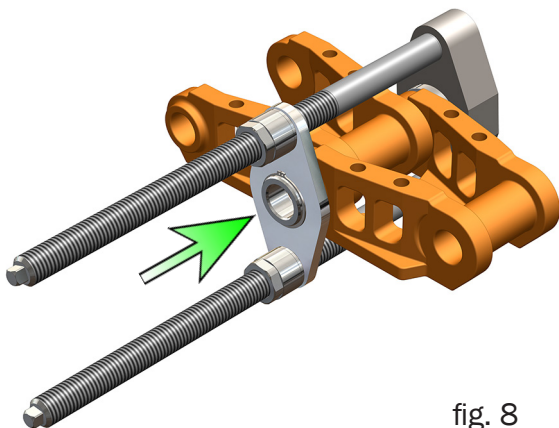
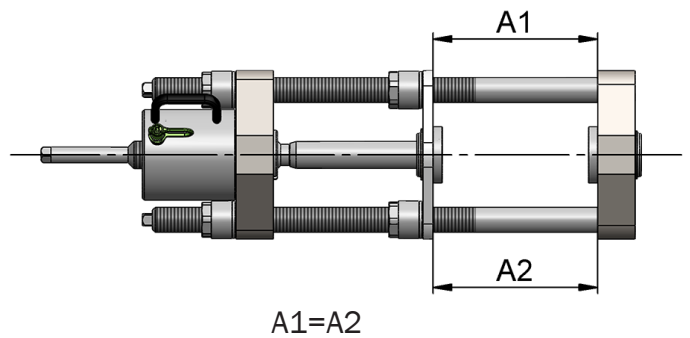

fig. 8
fig. 9
- Placera fixeringssocket, med centreringshylsan centrerad över bandkedjans ändbult och drag fast med med muttrarna, fig. 8. Viktigt! Fixeringssocket måste vara parallellt med mothållsocket, kontrollmät enligt fig. 9.
3. Place the fixing yoke with the centering sleeve centered over the end bolt of the track chain and tighten the fixing yoke with the nuts, fig. 8. Important! The fixing yoke must be parallel with the counterhold yoke. Check measure according to fig. 9.